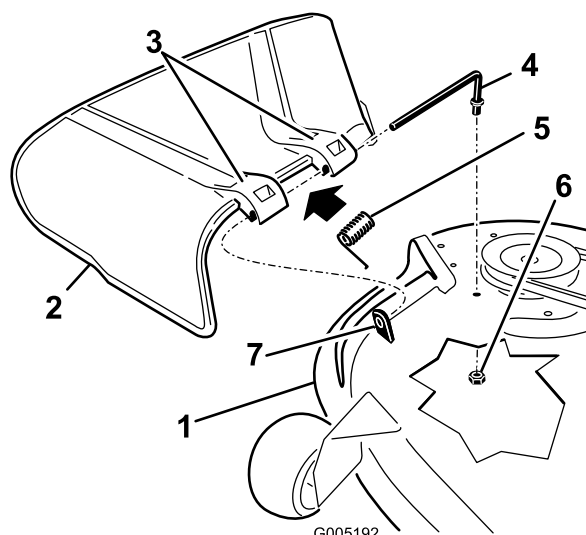

Figura 60
1. Individuate le parti illustrate nella Figura 60.
2. Togliete il dado (da 3/8 poll.) dall'asta sottostante il tosaerba (Figura 60).
3. Estraete l'asta dal distanziatore corto, dalla molla e dal deflettore dell'erba (Figura 60). Togliete il deflettore dell'erba tagliata se è danneggiato o consumato.
4. Riposizionate il deflettore dell'erba (Figura 60).
6. Collocate la molla sull'asta (tenendo abbassati i fili alle estremità), tra le staffe del deflettore di sfalcio. Fate scorrere l'asta attraverso la seconda staffa del deflettore dell'erba (Figura 60).
7. Inserite l'asta dalla parte anteriore del deflettore dello sfalcio, nel piccolo isolatore sul piatto di taglio. Fissate l'estremità posteriore dell'asta nel tosaerba con un dado (3/8 poll.) (Figura 60).